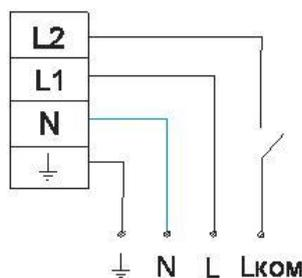

Рис.2
- 3.3 Если предполагается включать и выключать светодиоды в светильнике в рабочем режиме, то удалите перемычку L1-L2, и присоедините фазовый провод коммутируемой сети к клемме L2 (см. рис. 2).